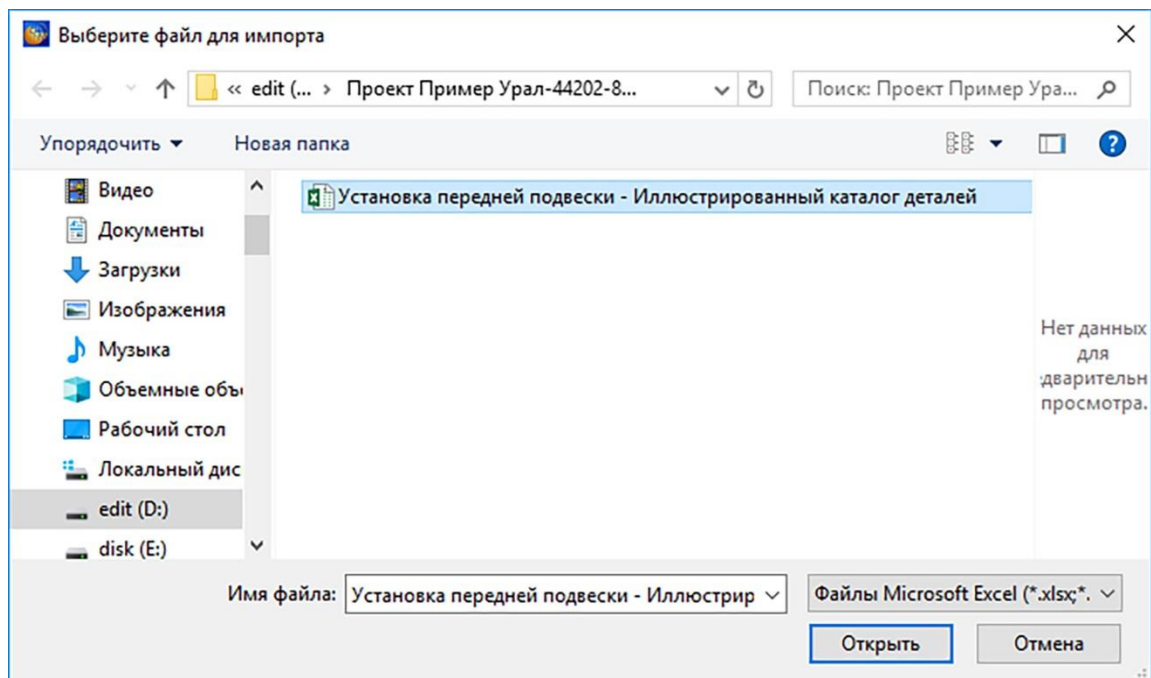

Рисунок 437
2) В окне **Выберите файл для импорта** укажите файл и откройте его (рисунок 437).